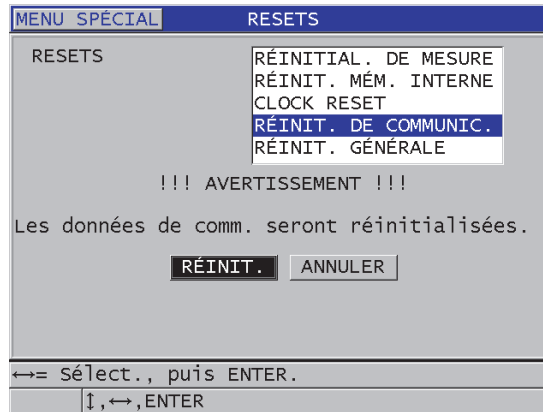

Figure 14-13 Sélection du paramètre **RÉINIT. DE COMMUNIC.**
3. Dans l'écran **RESETS** (Figure 14-13 à la page 302), faites ce qui suit :